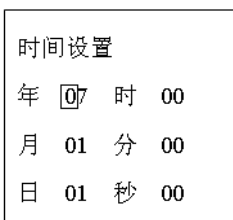

图 22
- 这时按“▲”、“▼”键，移动选择框，如图 22, 23 所示